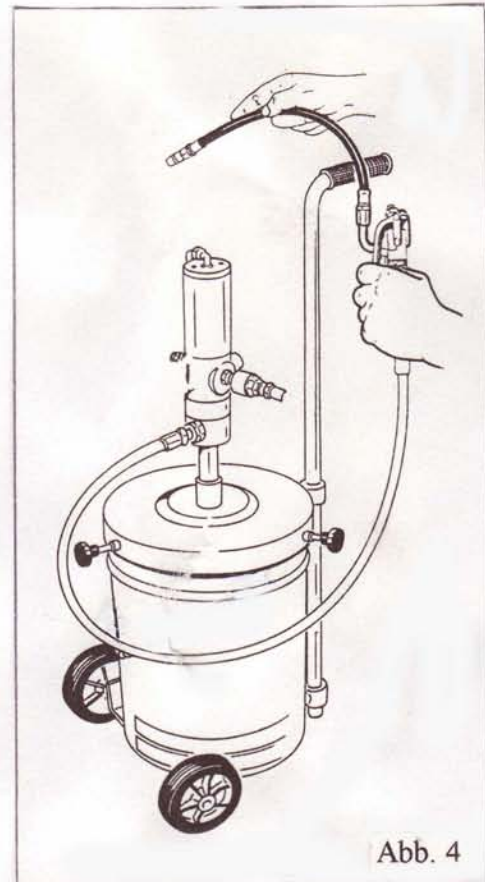

Abb. 4
- 2.4. Montieren Sie jetzt den beiliegenden Panzerschlauch (Standardlänge 3 m) an der Fettausgangsseite der Pumpe: Montieren Sie dann die Pistole mit dem Z-Gelenk am freien Ende des Panzerschlauches. Abbildung 4.
- 3.1. Bei eingeschalteter Druckluft wird die Druckluftfettpumpe sofort anlaufen und nach wenigen Kolbenhüben (Druckaufbau bis zur Fettpistole) stehenbleiben. Prüfen Sie bitte den Betriebsdruck am Manometer der Wartungseinheit. Die Fettbomben arbeiten in einem Bereich von 3 – 8,5 bar. Abbildung 4.